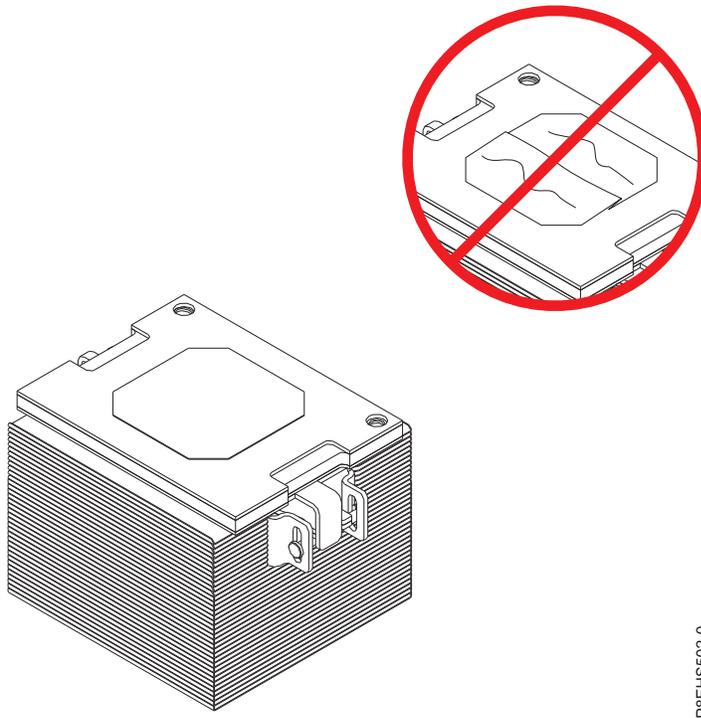
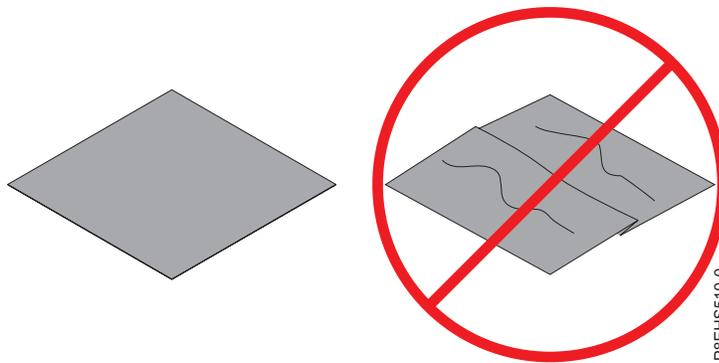

Figura 102. Inspección del material de interfaz térmica de color plata
Figura 103. Inspección del material de interfaz térmica de color gris
6. Revise el material de interfaz térmica (TIM) por si existen signos visibles de daños, como se muestra en la Figura 102 en la página 101 o la Figura 103 en la página 101. Si ve pliegues, roturas, dobleces o si tiene dudas sobre el TIM, sustitúyalo.